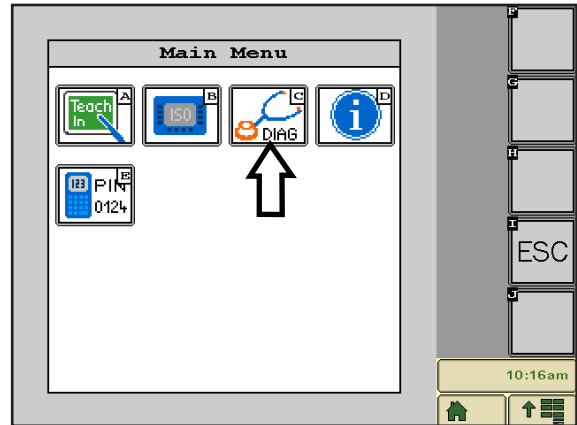

Fig. 19: Activar diagnóstico
En el menú principal, pulse el símbolo de diagnóstico (C) (véase Fig. 19) para abrir el menú de diagnóstico.